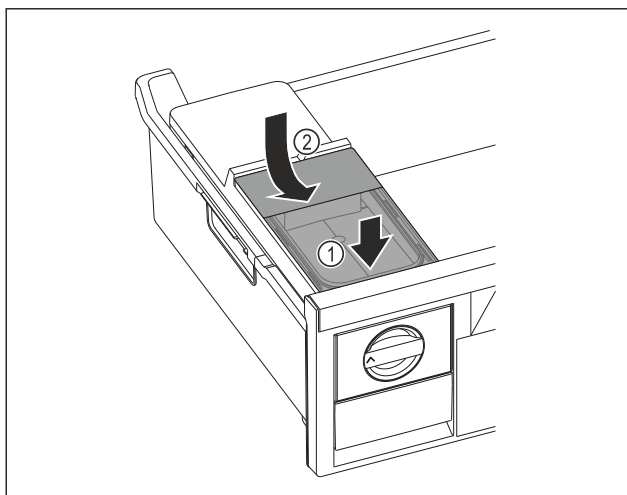

Fig. 82
- Поставете резервоара за вода отпред. Fig. 82 (1)
- Спуснете резервоара за вода отзад. Fig. 82 (2)